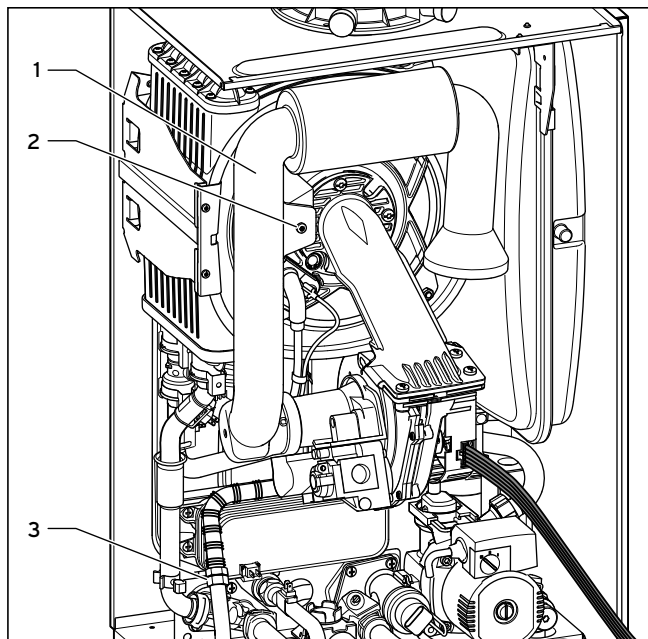

Рис. 8.7 Подсоединение газовой подводящей линии
- Проверьте герметичность газового тракта на патрубках подключения газа (3) и (11) с помощью аэрозоля для поиска утечек! (Рис. 8.7 и 8.8).
- Проверьте синее уплотнение воздуховсасывающей трубы (1) на правильность посадки, см. рис. 8.7.
- Насадите воздуховсасывающую трубу на всасывающий штуцер и закрепите ее стопорным болтом (2), см. рис. 8.7.